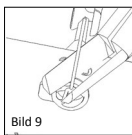

Bild 9
■ **Bild 9** Slutligen skärs skaftet av vid huvudplattan med avbitartången (REF 8000 171). Det stift som därvid återstår på huvudplattan stöder senare fixeringen av transplantatet mellan huvudplatta och trumhinna och förebygger en postoperativ dislokation. Stiftets längd kan varieras men bör dock motsvara det avsedda transplantatets tjocklek.